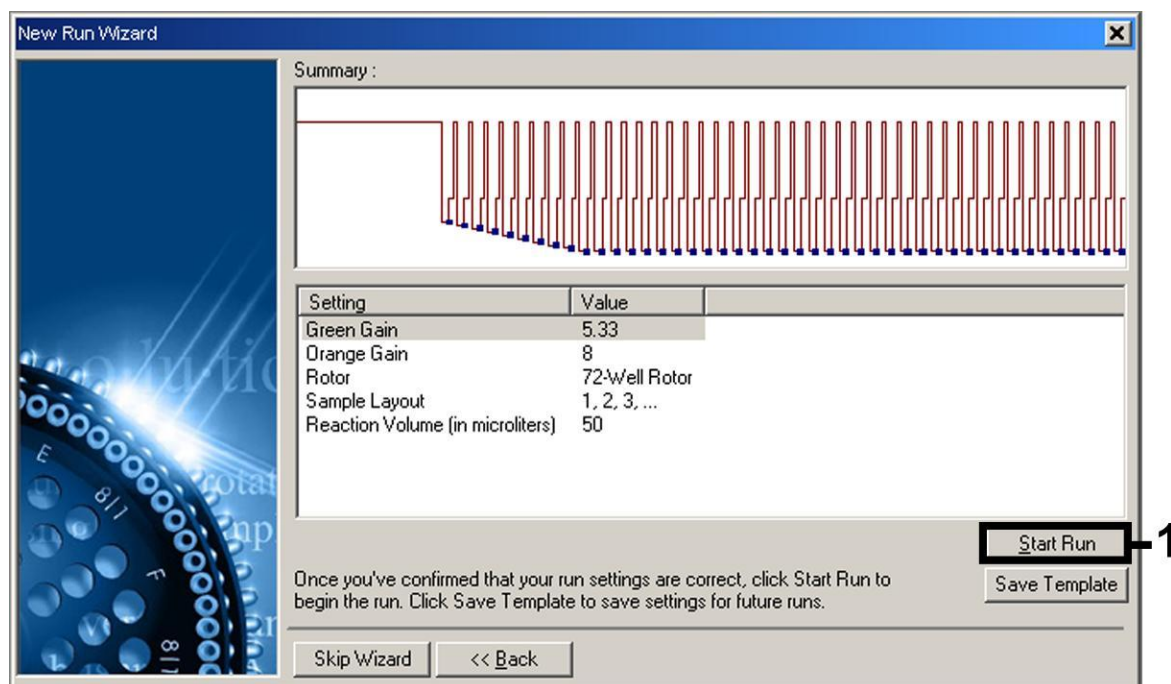

Figura 7. Avvio del processo.
Avvio del processo	Figura 7
10. I valori del gain determinati con la calibrazione del canale sono salvati automaticamente e sono elencati nell'ultima finestra del menu della procedura di programmazione (Figura 7). Cliccare su "Start Run" (Avvio processo).